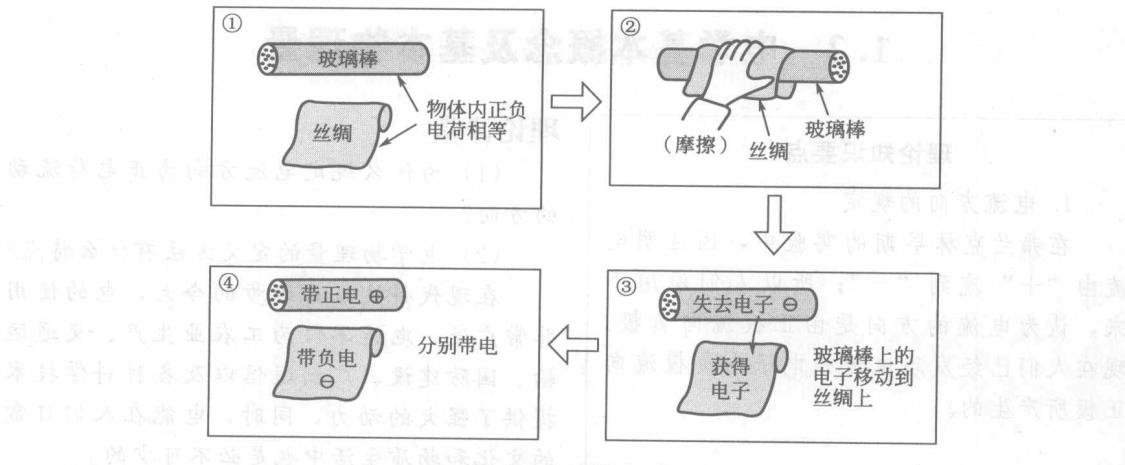

图 1-1 摩擦起电
(1) 做摩擦起电实验(见图 1-1)
(2) 查找资料设计搜集电荷的容器